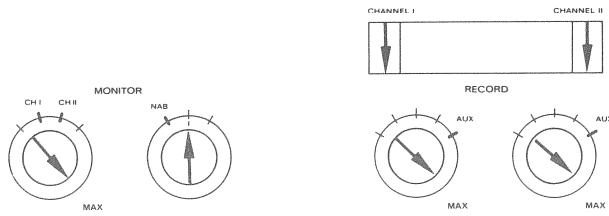

Fig. 6.6-74
- Set controls per fig. 6.6-74.